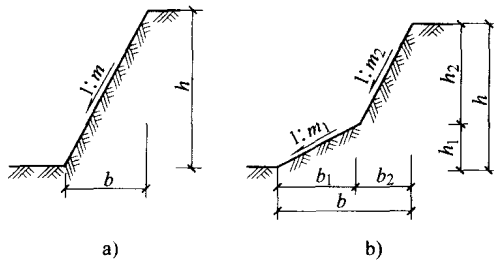

图 1-1 土方边坡坡度
1) 土方边坡的确定：土方工程施工中，必须防止塌方，保证施工安全，当挖方深度或填方高度超过一定限制时，必须留设边坡或设置土壁支护以保证土壁的稳定。土方边坡坡度是指挖方深度 h 与边坡底宽 b 之比，如图 1-1 所示。